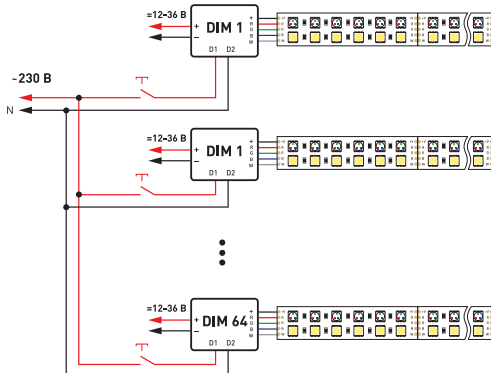

Рисунок 3. Использование управления PUSH DIM.
3.12. При необходимости можно использовать режим управления PUSH DIM (Рис.3).